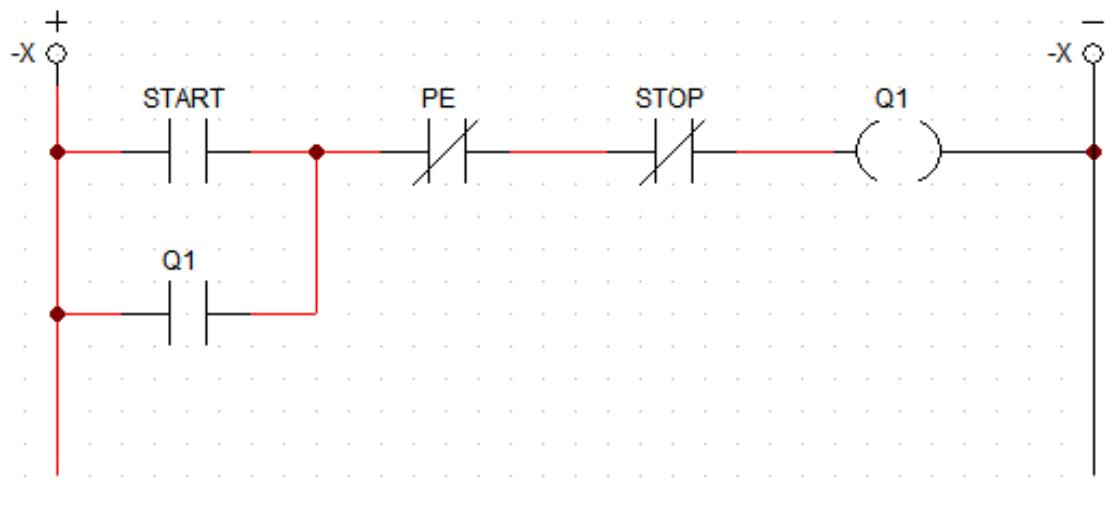

Figure 6.5: Diagrama Ladder.
**Alimentación + y Alimentación -.** Configuramos la compuerta OR: la primera entrada/-contacto que se cierre con el pulsador *START* ó que se cierre con *Q1* (*Q1* va ser configurada luego como una retro-activación). Después de la compuerta OR vamos a tener contactos NC para que dejen pasar la energía inicialmente; estos serán *PE* y *STOP*. Al final de esta rama colocaremos una bobina *Q1*, la que servirá como retroalimentación. (Fig. 6.5) **Funcionamiento:** Para que el motor pueda arrancar, necesitamos activar el pulsador *START* para que la bobina *Q1* se active y a su vez active el contacto *Q1* para que se quede “enganchado”. Esto se quedará enganchado hasta que los contactos NC se abran, esto solo pasará cuando los pulsadores *STOP* y *PE* se active, esto ocasionará que los contactos se abran y se interrumpa el circuito. El circuito final se gráfica en la figura 6.6.